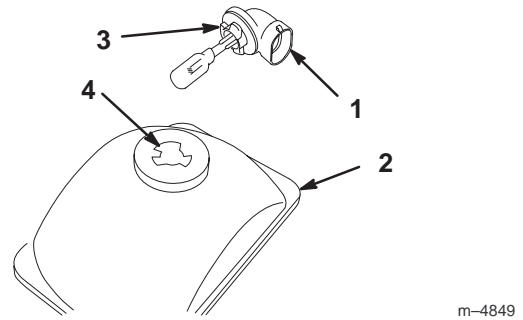

Bild 35
2. Fassen Sie unter das Armaturenbrett und drehen Sie die Birne eine 1/4 Umdrehung entgegen dem Uhrzeigersinn (Bild 35). Ziehen Sie die Birne aus dem Reflektor.
5. Fassen Sie unter das Armaturenbrett und richten Sie die drei Laschen an der Birne mit den Schlitzern im Reflektor aus (Bild 35). Stecken Sie die Birne in den Reflektor und drehen ihn um 1/4 Umdrehung im Uhrzeigersinn bis zum Anschlag.